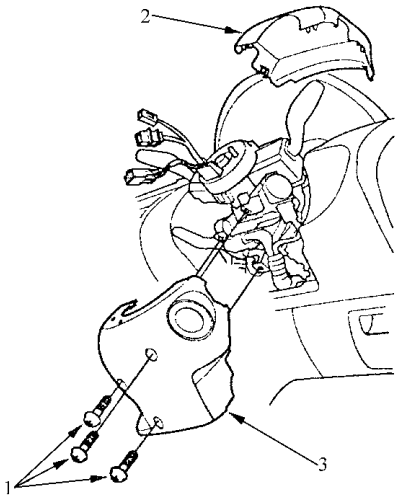

图 11-41 拆卸转向柱盖
6) 如图 11-41 所示, 拆卸转向柱盖板螺栓, 然后, 拆卸转向柱盖。